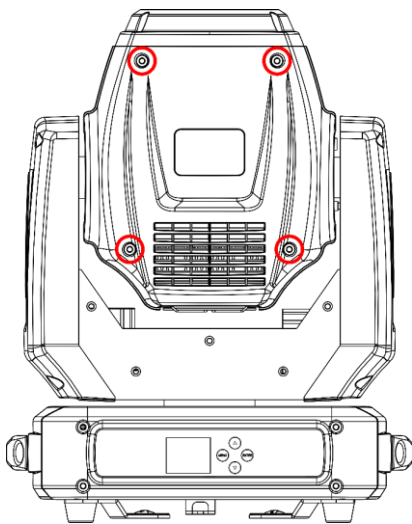
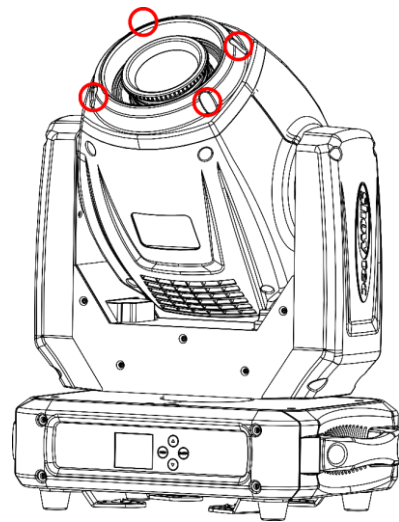

Abb. 07
Abb. 08
- 03) Entfernen Sie die Lampenabdeckung, indem Sie die 4 Schrauben (siehe Abb. 07) und die 4 Schrauben an der Linse (siehe Abb. 08) lösen.